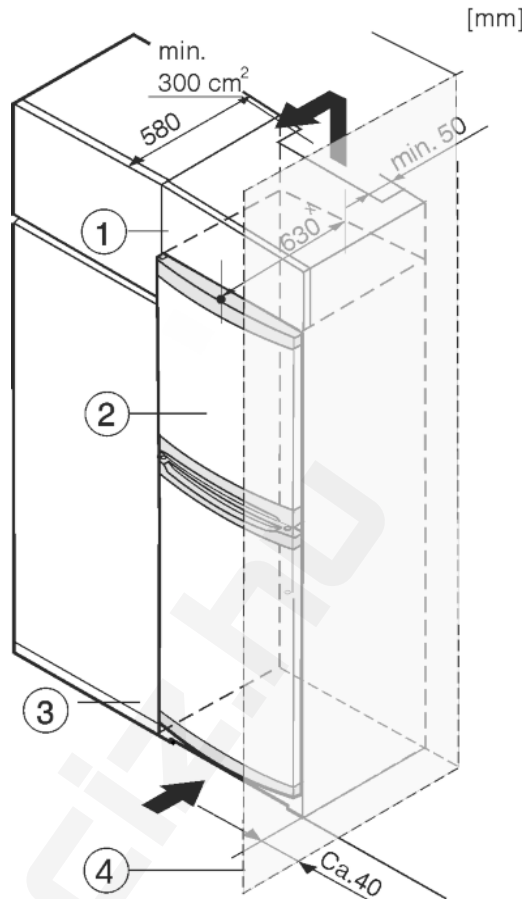

Fig. 8
(1) Rátétszekrény
(2) Berendezés
(3) Konyhaszekrény
(4) Fal
A készüléket körbe lehet építeni konyhaszekrényekkel. Rá lehet szerelni egy rátétszekrényt *Fig. 8 (1)*, hogy a készüléket *Fig. 8 (2)* a konyhabútorok magasságához igazítsa.
Ha a berendezést (max. 580 mm mélységű) konyhaszekrényekkel építi körül, akkor közvetlenül a konyhaszekrény *Fig. 8 (3)* mellett is felállíthatja. A készülék oldalirányban 34 mm * , a közepétől pedig 50 mm * távolságban nyúlik túl a konyhaszekrény előlapjához képest.
Mikor a berendezést a csuklópántokkal egy fal *Fig. 8 (4)* mellett állítja fel, akkor a berendezés és a fal közti távolság legalább 40 mm legyen. Ez nyitott ajtó esetén megfelel a fogantyú túlnyúlásának.